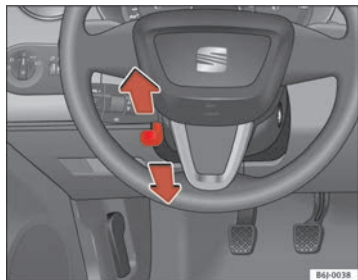

Abb. 94 Lenkradhöhen-einstellung
- Schwenken Sie den Hebel ⇒ Abb. 94 unter der Lenksäule nach unten ⇒ ⚠.
- Stellen Sie das Lenkrad in die gewünschte Position ein ⇒ Abb. 94.
- Stellen Sie den Fahrersitz bzw. das Lenkrad so ein, dass der Abstand zwischen Lenkrad und Brustbein mindestens 25 cm beträgt ⇒ Abb. 94. Wenn Sie den Mindestabstand nicht einhalten, kann Sie das Airbag-System nicht schützen – Lebensgefahr!